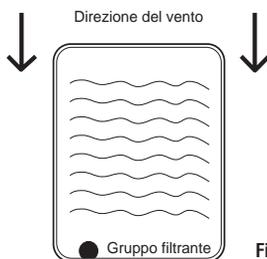

Fig. 16
4) È bene che il sistema filtrante sia posizionato in modo da rendere al massimo della sua funzionalità. A questo proposito, sarebbe opportuno valutare la direzione delle correnti aeree; se possibile, collocate il filtro contro vento, in modo che le correnti favoriscano il flusso dell'acqua verso di esso (vedi Fig. 16).